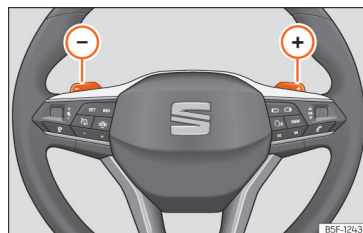

Рис. 89 Кермо: з клавішами перемикання передач (DSG).
- Натисніть перемикач , щоб увімкнути вищу передачу **>>> рис. 89**.